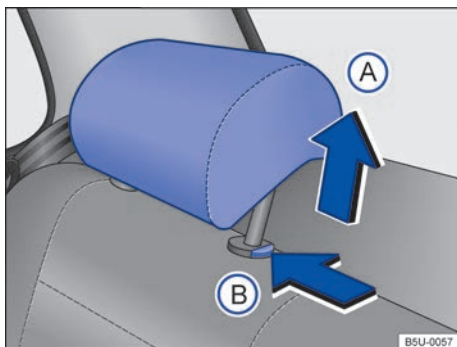

Fig. 66 Ajustar o apoio para cabeça traseiro.
- Empurrar o apoio para cabeça para cima na direção da seta → Fig. 66 (A) ou com o botão → Fig. 66 (B) pressionado, empurrar para baixo → ⚠️ em *Introdução ao tema* na página 77.